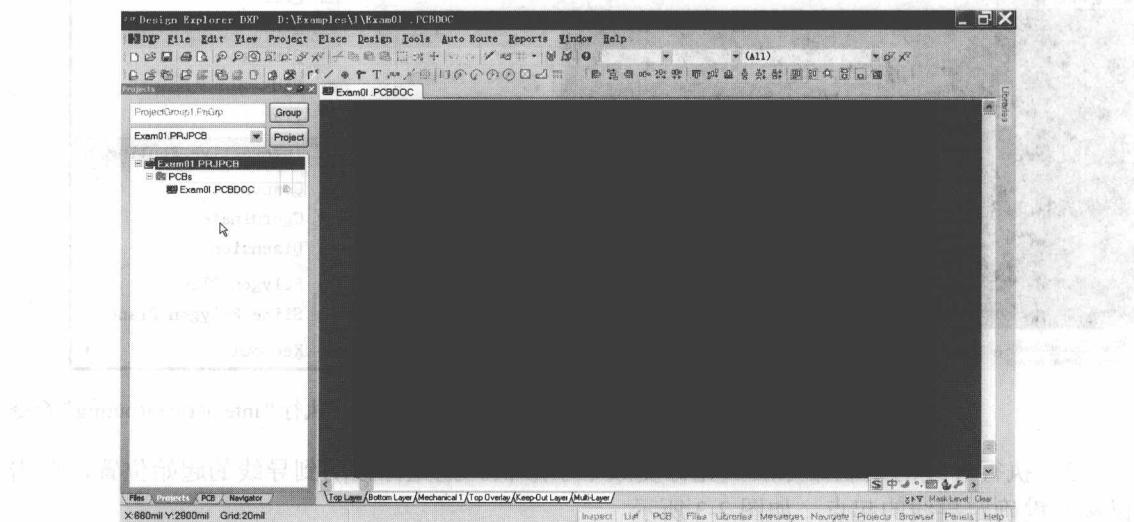

图 1-10 PCB 图的编辑窗口
6. 点击 File\Save Project As，对 PCB 设计文件包的变化进行保存。完成以上操作，面板上的标签、菜单、工具栏也会发生相应的变化，结果会出现如图 1-10 所示的 PCB 图编辑环境。